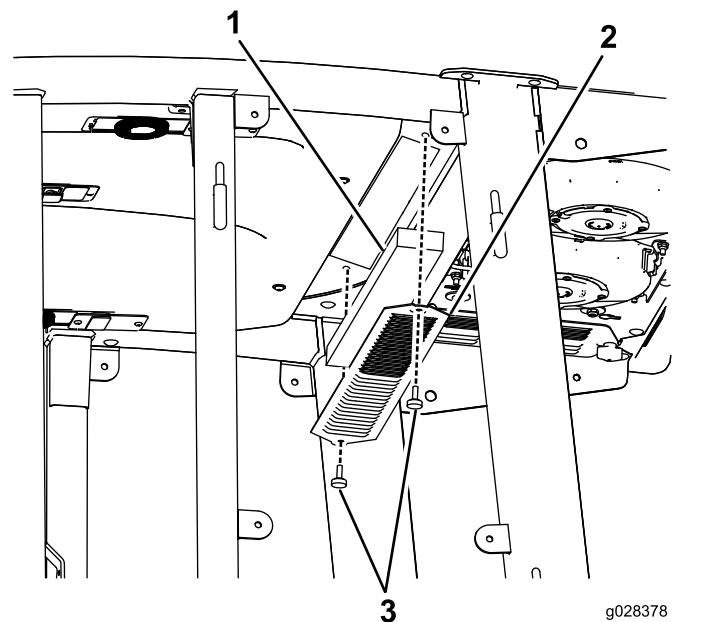
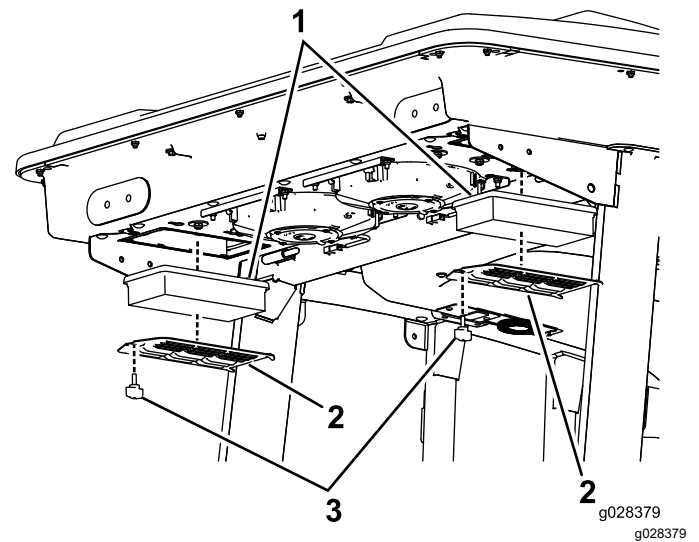
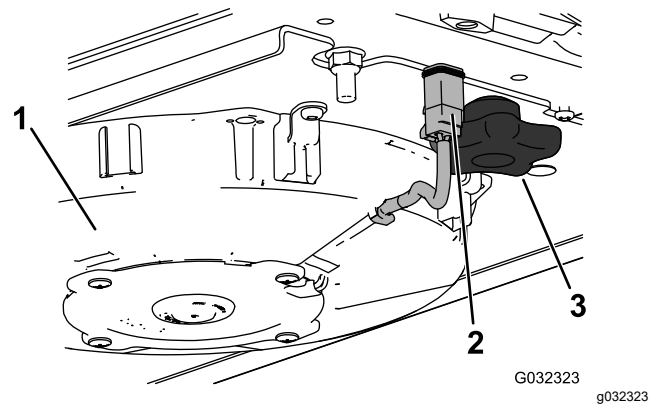
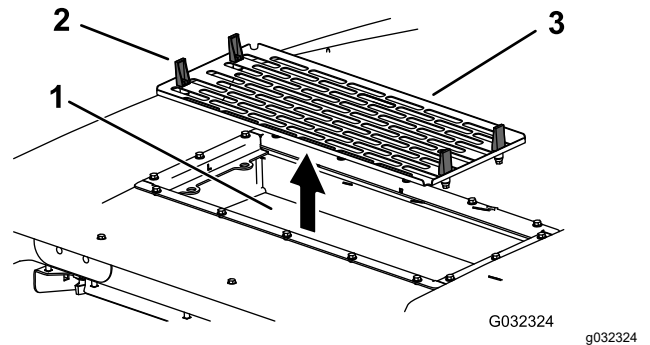

Bild 147
Bild 148
Bild 150
Bild 151
1. Nehmen Sie die Schrauben und Gitter von den internen und hinteren Kabinenluftfiltern ab (Bild 147 und Bild 148).
4. Entfernen Sie die Luftfilter (siehe Bild 148).
6. Bauen Sie Luftfilter, Gitter und Klimaanlage wieder ein (Bild 148, Bild 150 und Bild 151).
7. Schließen Sie das Kabel jedes Lüfters an (Bild 150).